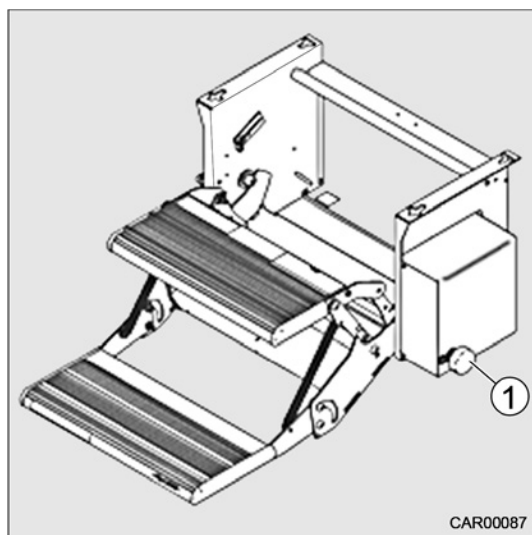

Fig. 17 Déverrouillage de secours
1. Tirer le bouton de commande (Fig. 17/1) sur le moteur du marche-pied vers l'extérieur.